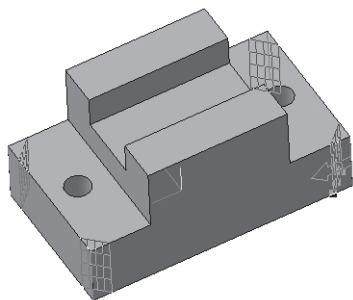

Рис. 202
- укажите в окне детали **ребра**, на которых требуется построить фаску (воспользуйтесь командой  – Повернуть) – рис. 202. Не стройте фаску для каждого ребра в отдельности;